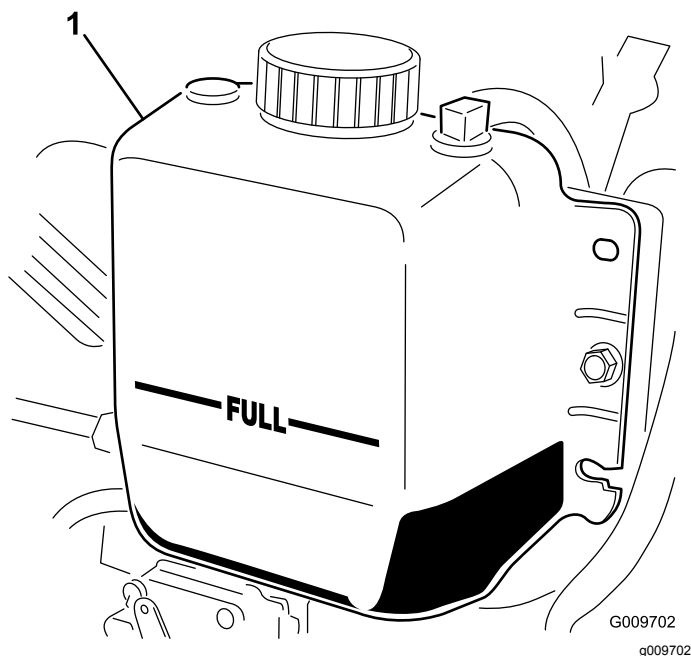

Figura 89
3. Controllate il livello del refrigerante nel radiatore. Il radiatore deve essere riempito fino alla parte superiore del collo del bocchettone ed il serbatoio di espansione fino al segno di pieno FULL (Figura 89).